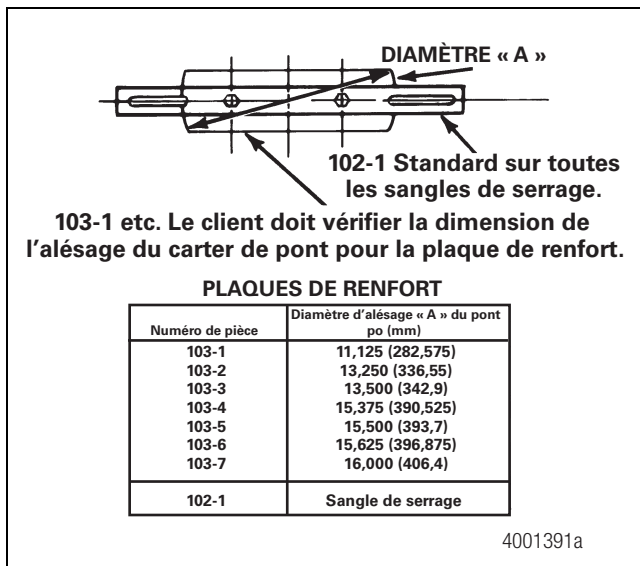
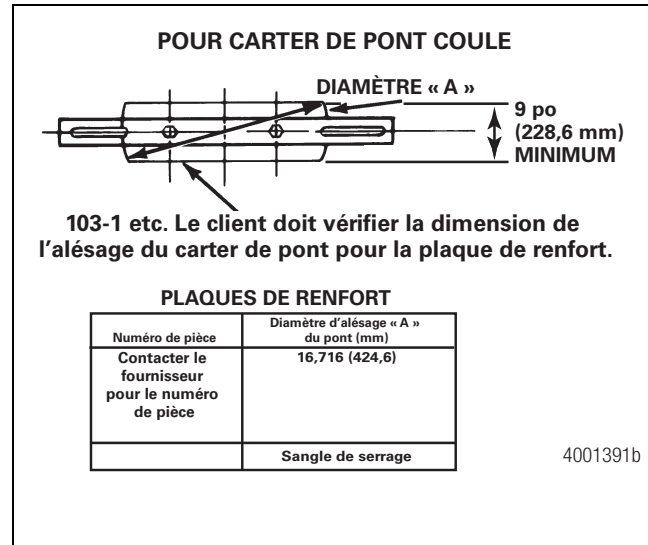

Figure 3.20
Figure 3.21
- Une plaque de renfort et une sangle de serrage : la plaque de renfort évite la déformation du carter de pont pendant la pose du tube. Mesurer la dimension « A » sur le carter de pont. La sangle de serrage s'adapte à toutes les plaques de renfort. Figure 3.20 et Figure 3.21.